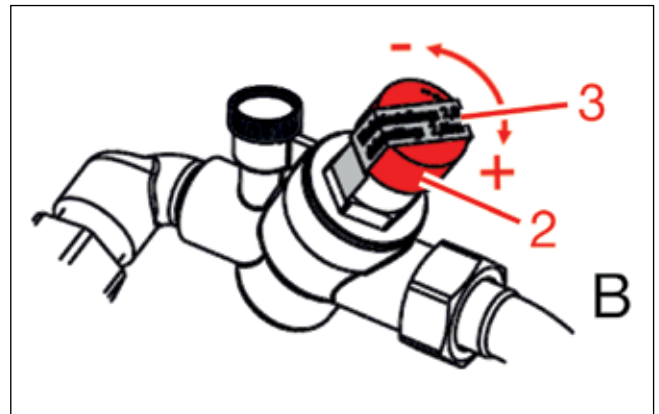

Abbildung 13: Druckminderer am MCF Ausführung B
**Ausführung A:** Lösen Sie die Fixierschraube (1) und stellen Sie den Druckminderer auf 1,5 bar bis max. 2,0 bar ein. Anschließend ist die Schraube wieder fest zu ziehen, um die Einstellung des Druckminderers zu fixieren (Abb. 13).